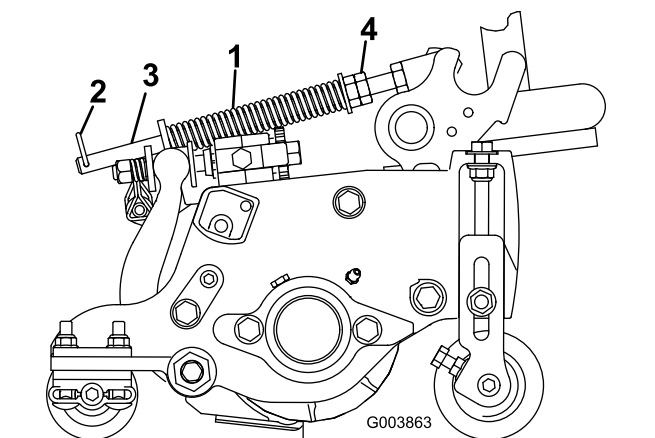

**Figure 17**
- 6. Répétez la procédure pour les 4 autres plaques de fixation, comme montré de la Figure 14 à la Figure 17.